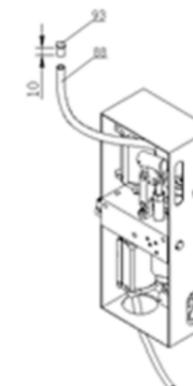

Рис. 4
4.4 Во избежание масляных протечек из шланга (88) в нем установлена заглушка (93). Для удаления заглушки отрежьте часть шланга длиной около 10мм вместе с заглушкой. (см.рис.4)